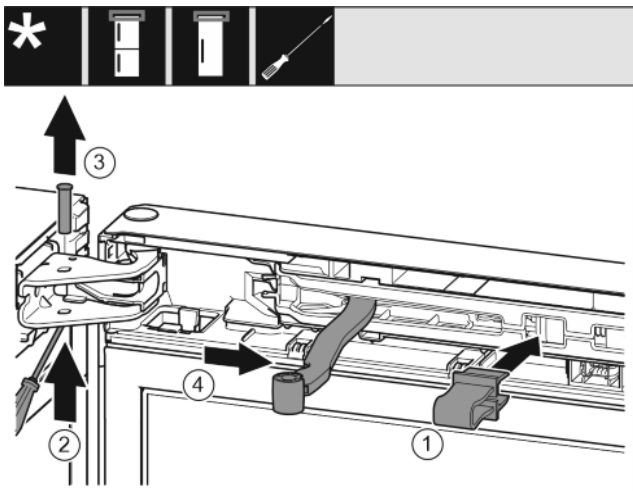

Fig. 7
- ▶ Zakvačite osigurač u otvor. Fig. 7 (1)
- ▶ Odvijačem gurnite van svornjake. Fig. 7 (2)
- ▶ Skinite svornjake prema gore. Fig. 7 (3)
- ▶ Okrenite zglob u smjeru vrata. Fig. 7 (4)